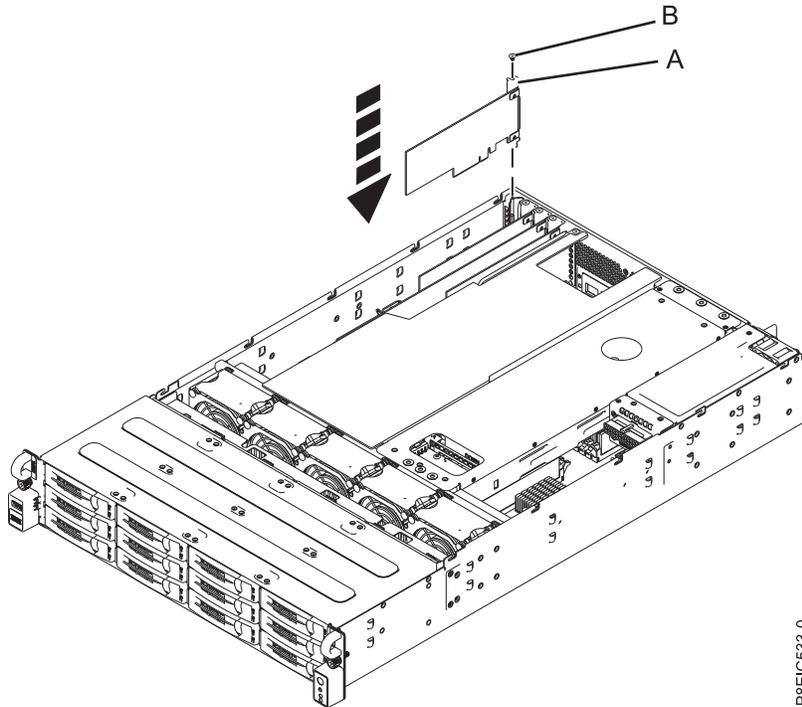

Figura 36. Instalando o adaptador RAID SAS/SATA PCIe3 low-profile 6 Gb (FC EC3Y - PMC 71605E) (A) e o parafuso (B) no sistema
- b. Insira o adaptador RAID (A) no slot do adaptador do painel traseiro do sistema PCIe, alinhando o adaptador adequadamente e inserindo-o completamente no slot.
- c. Insira o parafuso de retenção (B) e aperte-o para prender o adaptador RAID no sistema, conforme mostrado em Figura 36 na página 59.